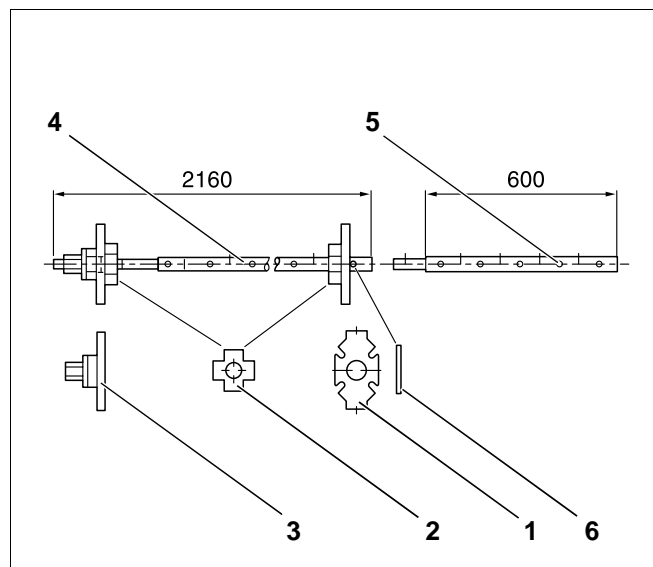
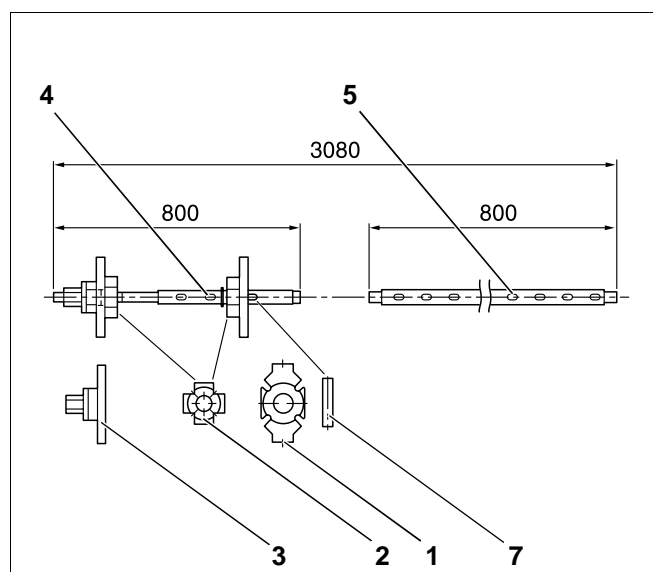
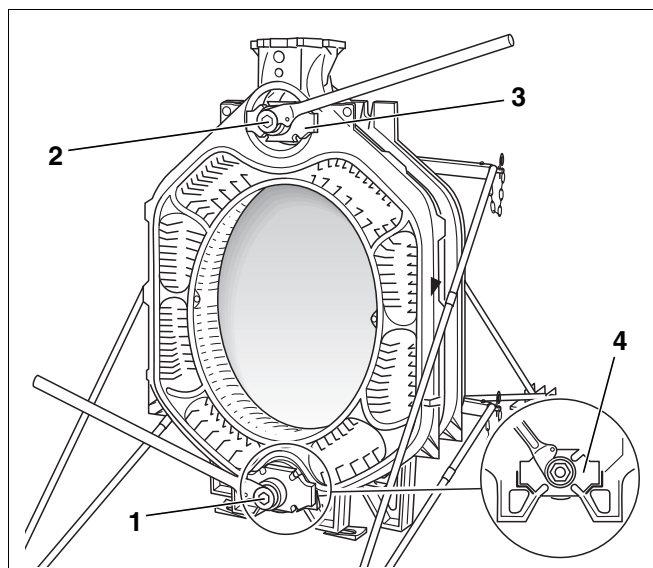

Fig. 1 Kedelsamleværktøj, str. 2.2
Fig. 2 Kedelsamleværktøj, str. 2.3
Fig. 14
- Kedelsamleværktøj, 2.2 (Fig. 1) eller 2.3 (Fig. 2)
Forklaring til (Fig. 1) og (Fig. 2):
Anvend samleværktøj i størrelse 2.2 eller 2.3 (Fig. 1) eller (Fig. 2) og (Fig. 14, pos. 1 og 2).
- Skub trykskiven (Fig. 14, **pos. 3 og 4**) med spændemøtrik på spindlerne (Fig. 1 og Fig. 2, **pos. 4**).